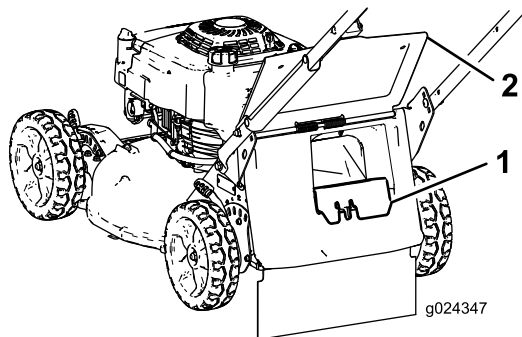

Figura 17
- Si el tapón de descarga trasera no está instalado, sujételo por el asa, eleve la puerta trasera e introdúzcalo en el conducto de descarga trasera hasta que el enganche encaje en su sitio (Figura 17).
- Retire el tapón de descarga trasera presionando el enganche hacia dentro con el dedo pulgar y extrayendo el tapón de la máquina (Figura 17).